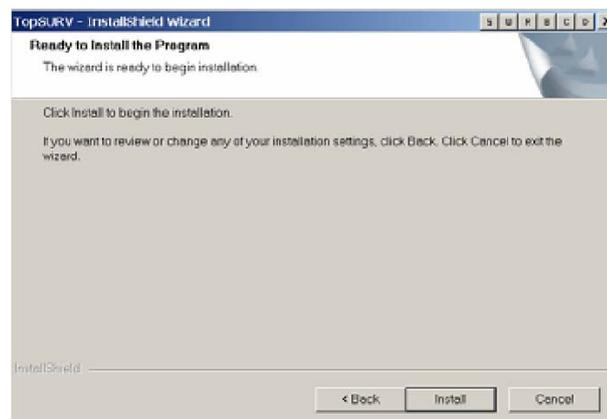

Рисунок 1-5. Тип устройства определен
5. Для начала установки программы в устройство щелкните на кнопке *Install (Установить)* (см. рис. 1-5).